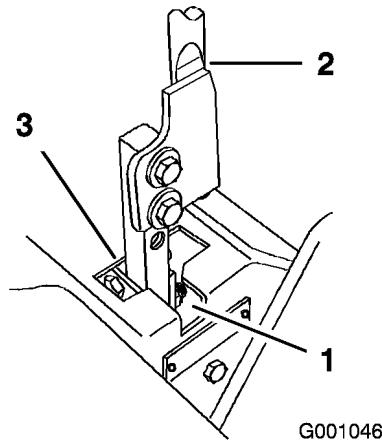

Figura 57
- Mueva la palanca a la posición de punto muerto, pero no bloqueada (Figura 57).
- Tire hacia atrás de la palanca hasta que el pasador (en el brazo debajo del eje pivotante) entre en contacto con el extremo de la ranura (empezando justo a tensar el muelle) (Figura 57).
- Compruebe la posición de la palanca de control con relación a la muesca de la consola (Figura 57). Debe estar centrada para que la palanca pueda girar hacia fuera a la posición de bloqueo/punto muerto.